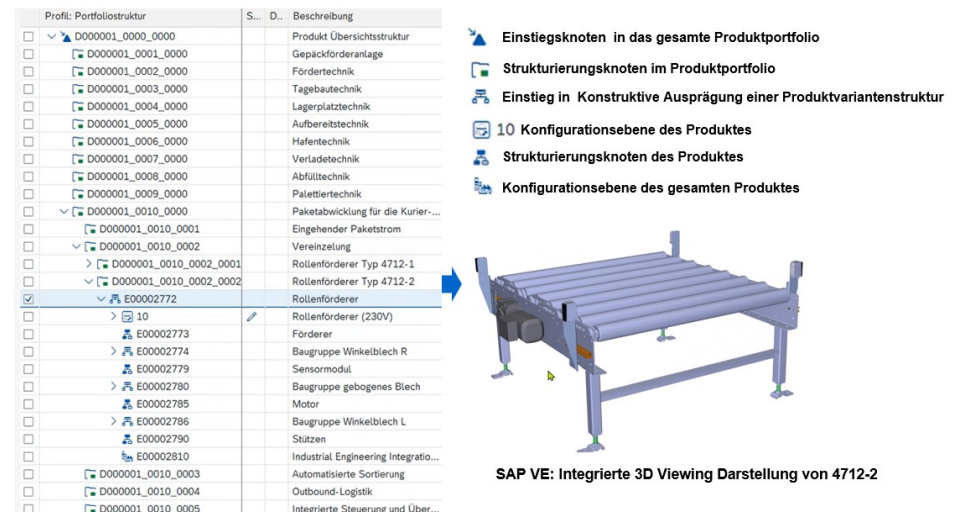

Abbildung 4: Beispiel Abbildung einer Portfoliostruktur mit PPG
1. Beispiel einer auftragsneutralen Portfoliostruktur Fördertechnik (siehe Abbildung 4): Betrachtung der Wissensart **WA\_01**: Für den funktionsorientierten Vertriebsprozess wird digitales Wissen benötigt.
- Der Navigationsbereich dient zur Anzeige und Pflege der PPG-Strukturen. Hierzu werden die Beziehungen zwischen Produkt, Prozess sowie zu anderen Objekten des SAP-Systems, wie z.B. Dokumente und Materialien, in einer Hierarchie dargestellt. Mit Hilfe von Drag and Drop sowie Kontextmenüs können bestehende Strukturen verändert und neue Objekte angelegt werden (siehe auch Abbildung 4).